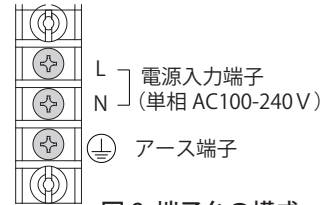

図 8 端子台の構成
1. 端子ねじ M3 にて電源線、アース線を指定の端子へ適正締付トルクにて確実に接続してください。(図 8)